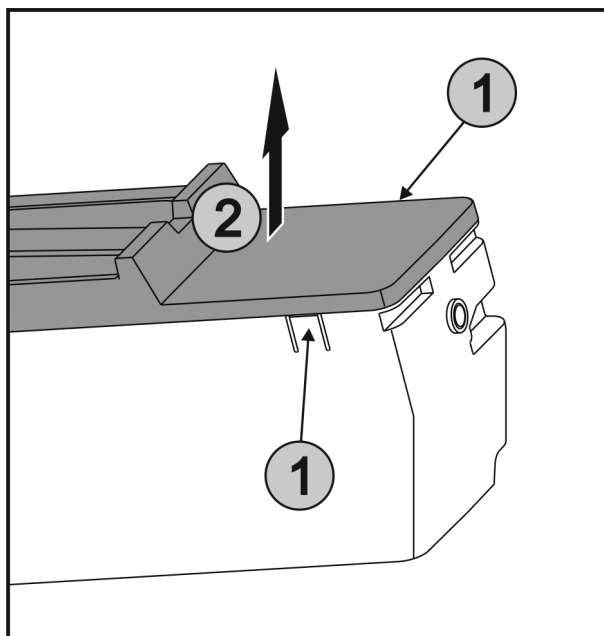

Fig. 29
- ▶ Stlačte západky Fig. 29 (1) na obou stranách EasyTwist-Ice současně a sejměte kryt Fig. 29 (2) směrem nahoru.